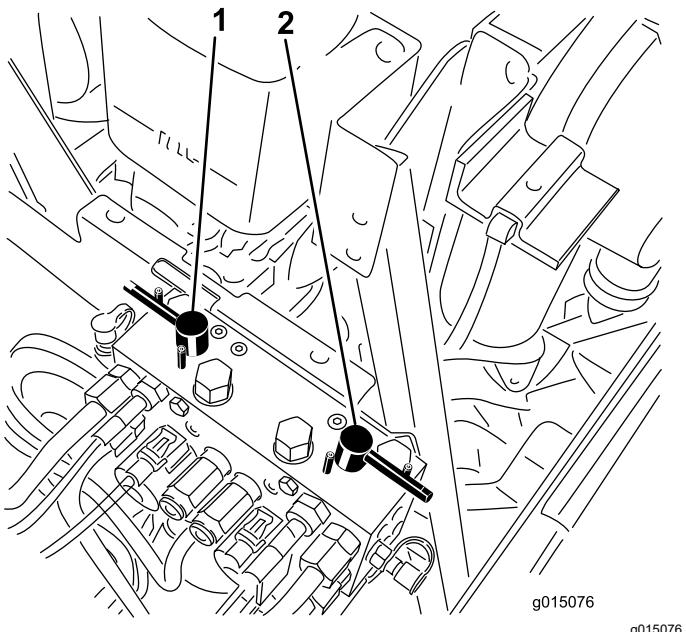

Figure 81
4. Sélectionnez les leviers de rodage avant, arrière ou les deux pour déterminer les unités qui doivent être rodées (Figure 81).